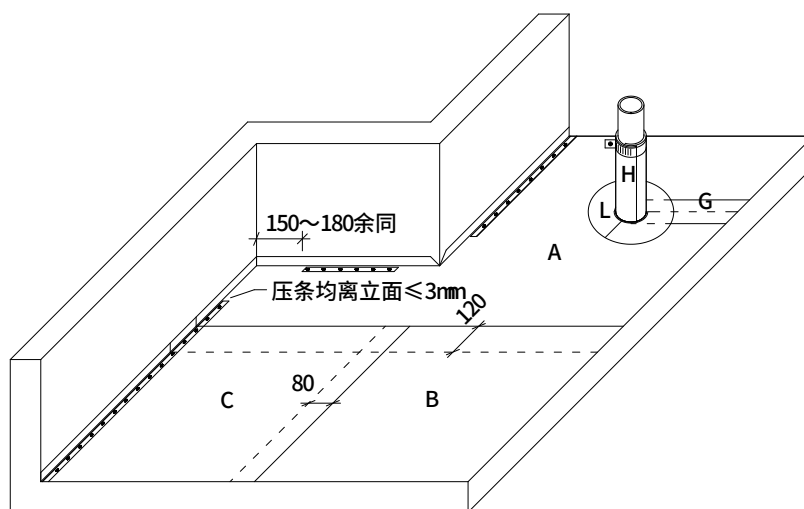

图 4 平面卷材搭接及阴角固定
(5) 平面卷材长边采用机械固定, 有固定件接缝宽度 120mm, 无固定件接缝 80mm (图 4);
(6) 平面卷材在水平阴角部位采用 U 型压条 SW 螺钉固定。压条距立面应 $\leq 3\text{mm}$, 压条上每 250mm 螺钉固定。压条端头距竖向阴角和竖向阳角 150mm~180mm 断开 (图 4);